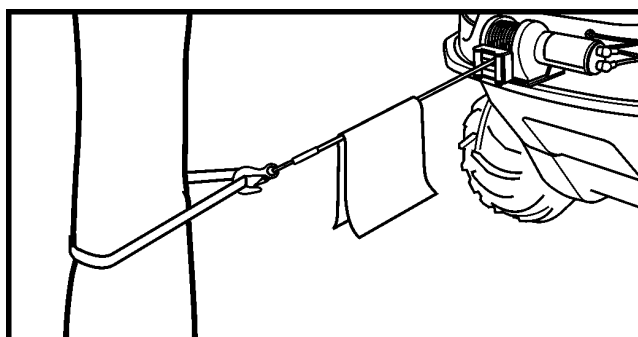

Figure 11-20. Utilisation d'une couverture ou un manteau comme amortisseur.
9. Nous vous recommandons de placer une couverture ou un manteau sur le câble métallique près du crochet lorsque vous tirez une charge très lourde. (Figure 11-20.) Si le câble se brise brusquement, la couverture ou le manteau amortira le choc et pourrait empêcher le câble de fouetter.